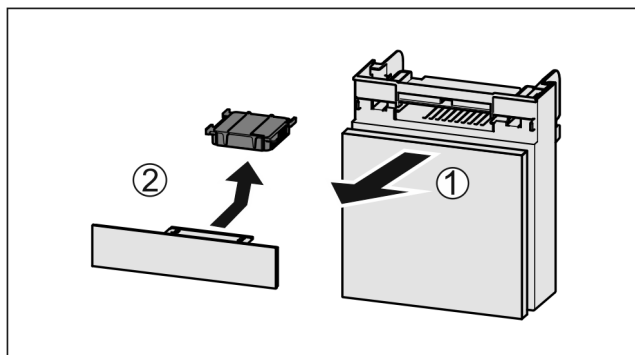

Fig. 54
- Lade vanaf de voorkant eruit trekken Fig. 54 (1).
- Actiefkoolfilter verwijderen Fig. 54 (2).